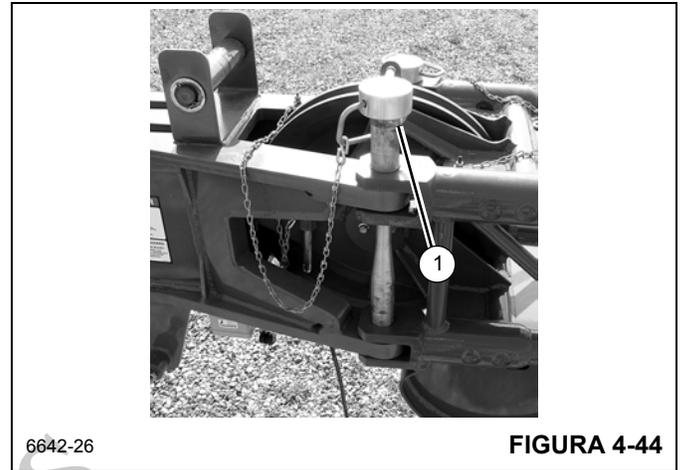

FIGURA 4-44
4. Remova o grampo de retenção e remova o pino esquerdo de retenção das duas seções (1) (Figura 4-44). Coloque o pino no suporte.